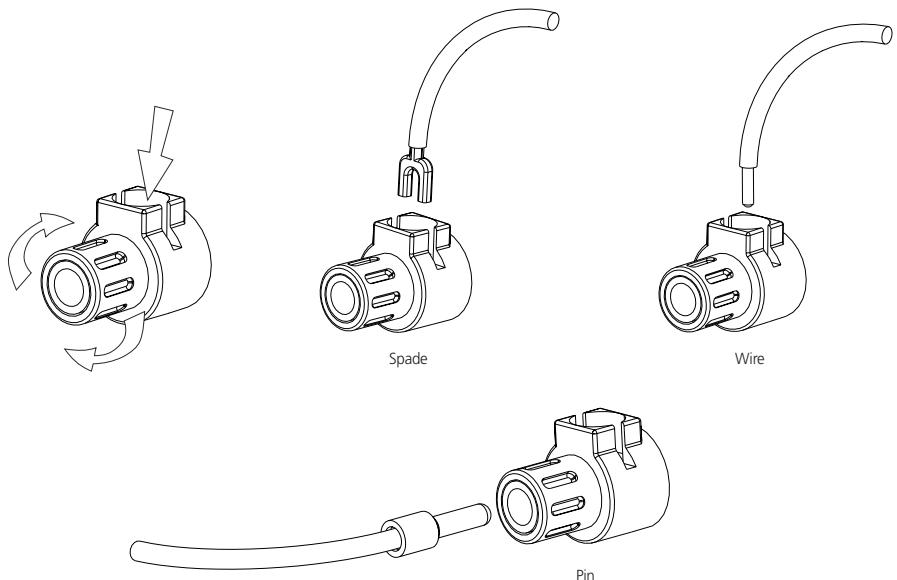

Figure 2
Branchez les câbles de l'un de vos haut-parleurs aux bornes "+" et "-" du panneau arrière de l'amplificateur NAD série CI. Pour chaque voie, la borne rouge est la sortie positive "+" et la borne noire est la sortie négative "-" ou "masse" (Cf. Figure 2).
- 1 Connecteurs à broche :** Un connecteur à broche est un cylindre métallique fin, serti ou soudé à l'extrémité d'un câble. La tige filetée de chaque borne comporte une ouverture acceptant les connecteurs à broche d'un diamètre inférieur ou égal à 3 mm. Dévissez la bague en plastique de chaque borne pour exposer le trou dans l'axe métallique. Insérez le connecteur à broche dans le trou, puis tournez la bague dans le sens des aiguilles d'une montre pour la serrer contre le connecteur à broche (Cf. Figure 2).
- 2 Cosses plates :** Dévissez la bague en plastique, insérez la cosse plate en forme de "U" dans l'ouverture oblongue, puis serrez la bague sur la cosse (Cf. Figure 2).
- 3 Fils nus :** Séparez les deux conducteurs du câble (s'ils sont fournis sous forme de paire), puis dénudez l'extrémité de chaque conducteur sur 1 centimètre. Sur chaque conducteur, torsadez les brins de fil exposés pour les solidariser. Dévissez les bagues en plastique des bornes "+" et "-", insérez le fil nu dans le trou de l'axe métallique, puis revissez la bague en plastique jusqu'à ce qu'elle retienne solidement le fil (Cf. Figure 2). Vérifiez qu'aucun brin de fil libre ne touche le châssis ou une autre borne.